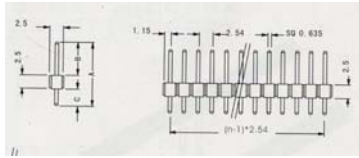

Рис. 9.5. Размеры штыревой вилки PLS
2. Создать посадочное место Х3. Создается также с учетом размеров (рис. 9.5) и того факта, что разъем имеет 3 контакта.